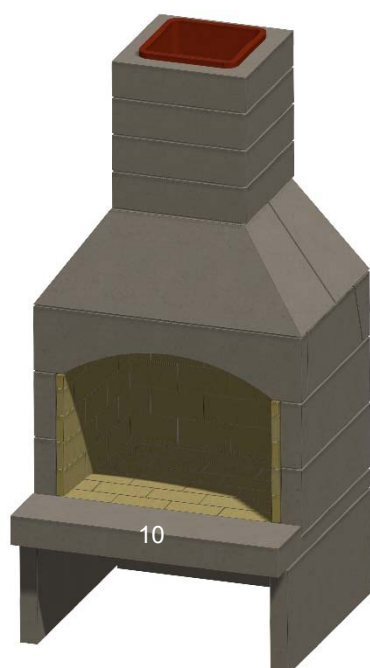

Figure 24. Foyer
P. Installez la pièce d'âtre (10) si vous utilisez ce composant, et toute extension d'âtre. Voir la figure 24.